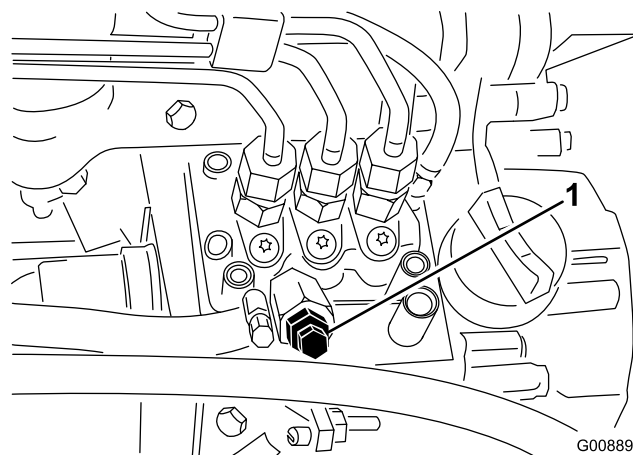

Рисунок 41
3. Выверните продувочный винт из топливного насоса (Рисунок 41).